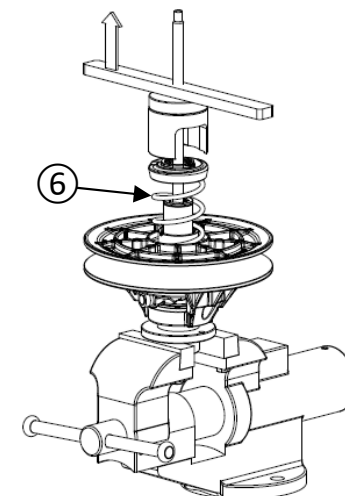

Figure 20
- Dévissez lentement la barre sur la tige filetée pour relâcher la tension du ressort ⑥ (figure 20).
- Retirez le segment d'arrêt extérieur ⑨, l'appui ressort ⑧, le siège ressort ⑦ et le ressort ⑥.